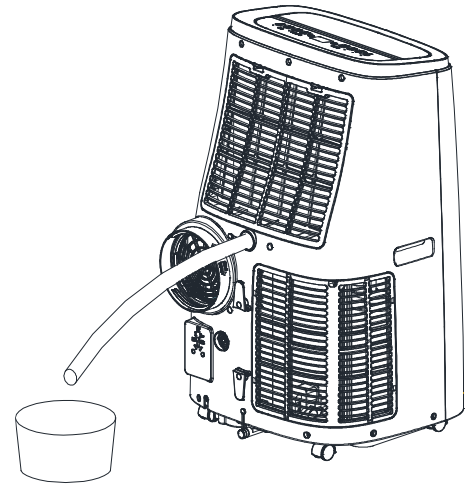

Abb.5
- Kontinuierliche Drainage (nur im Entfeuchtungsmodus): Entfernen Sie bitte den Wasserabflussstopfen an der Unterseite des Geräts und schließen Sie den Drainageschlauch an die Öffnung an. Bitte und lassen Sie das Wasser in einen Behälter auslaufen (Abb.5).